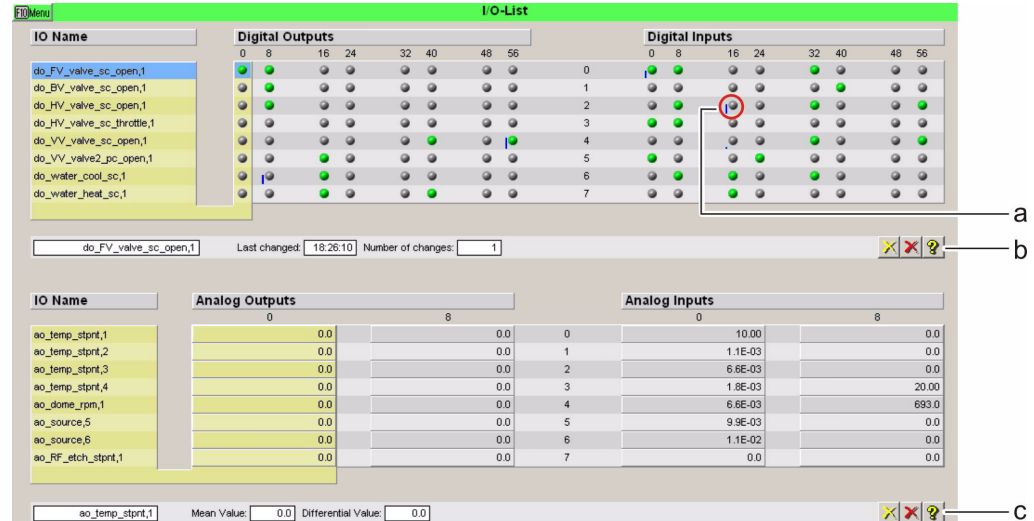

Abb. 11-3
- Für die digitalen und analogen Signale zeigt jeweils eine Zeile unterhalb der zugehörigen Liste den Namen und die Statistik für das markierte Signal an (z.B. wie oft ein digitaler Wert geändert wurde), siehe b bzw. c in Abb. 11-3, 303). Rechts in dieser Zeile sind folgende Schaltflächen angeordnet:
- ♦ Digitale Input- und Outputsignale, die sich während der vergangenen 10 Sekunden geändert haben, werden durch einen blauen Balken links neben der LED angezeigt (a in Abb. 11-3, 303). Dies erleichtert das Erkennen kürzlich geänderter I/O-Signale.